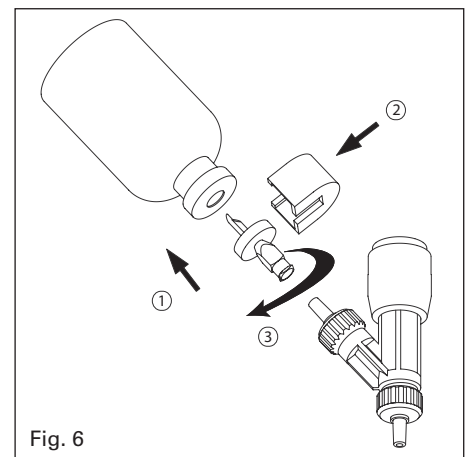

Fig. 6
For vaccine-type vial (Fig. 6), puncture rubber stopper with feed needle of optional vial holder (1) and slide bottle lock into place (2). Fix to male Luer intake valve cap (3). Prime before dispensing.
Flasche (Typ Impfstoff, Fig. 6): Gummistopfen mit der Saugnadel des Flaschenhalters (Zubehör) durchstechen (1) und Flaschenhalter-Schieber einführen (2). Flasche auf männliche Luer Ansaugventil-Kappe anschliessen (3). Vor Dosierung entlüften.
Flacons (type vaccin, Fig. 6): Percer le bouchon (1) avec l'aiguille du porte-flacon (accessoire) et glisser en place l'étrier (2). Connecter le flacon au capuchon Luer mâle de la soupape d'entrée (3). Amorcer avant le dosage.